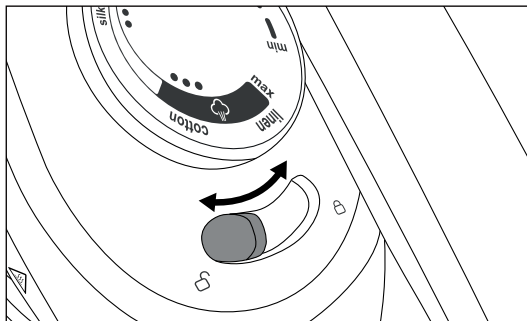

Fig. 14
- ◆ Antes de transportar el aparato, desplace el interruptor de bloqueo **4** de la plancha hacia el símbolo del candado cerrado  (consulte la fig. 14). Con esto, la plancha queda bien fija en la superficie de apoyo **6** y ya no puede caerse.
- ◆ Para soltar el bloqueo, desplace el interruptor de bloqueo **4** de la plancha hacia el símbolo del candado abierto  (consulte la fig. 14).